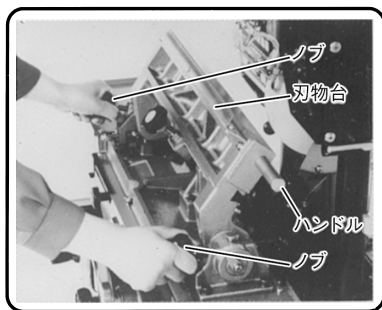

図 13
(1) 刃物台固定用ノブ(図13参照)をゆるめ、刃物台をゆっくりトイシ側に倒します。
(2) 付属の両口スパナ(13×17mm)でナットをゆるめ、角度調整ノブでインジケータを角度スケールのご希望の角度に合わせます。合わせた後、付属の両口スパナ(13×17mm)でナットを締付けます。